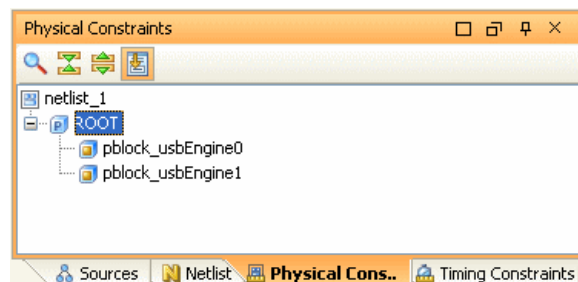

図 7-5 : [Physical Constraints] ビューで [ROOT] を選択
1. [Physical Constraints] ビューで、[ROOT] またはいずれかの Pblock をクリックします。図 7-5 では、ROOT Pblock が選択されています。